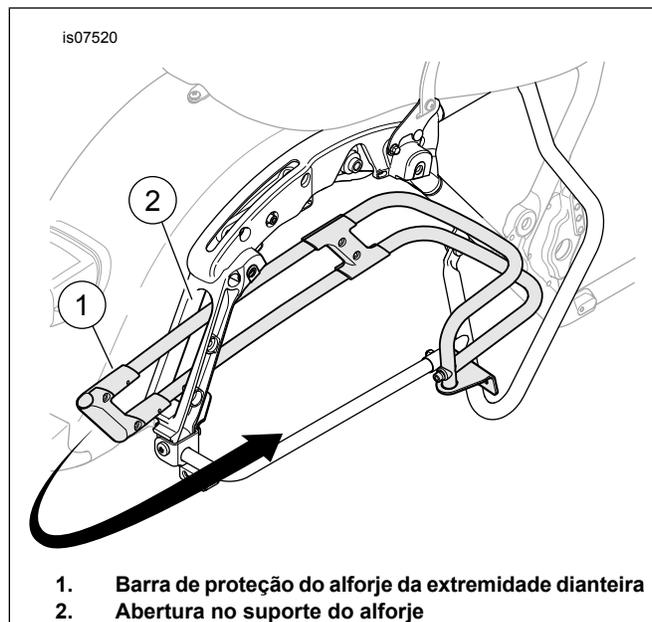

Figura 1. Orientação da instalação
3. Veja Figura 1. Da frente para trás, oriente a ponta dianteira da barra de proteção (1) através da abertura que existe no suporte do alforje (2). Gire, então, a ponta dianteira da barra de proteção para que fique com a orientação correta.